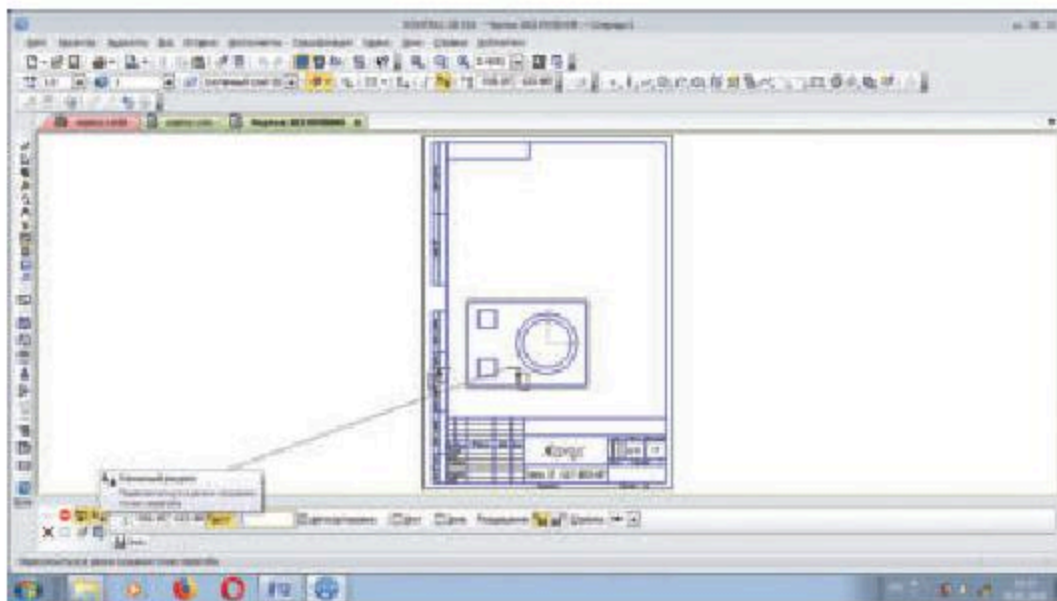

Рис. 16.15
4. Учитывая, что перед выполнением разреза необходимо показать его место, вызываем команду **Линия разреза** в разделе **Обозначения** падающего меню **Инструменты**, после этого нажимаем кнопку “ввод” на **Панели свойств**. Однако в данном случае будут изменения, по сравнению с выполнением простого разреза. После того, как покажем одну часть линии среза, вызываем команду **Сложные разрезы** на **Панели свойств** и показываем место второй части линии среза (рис. 16.15.)